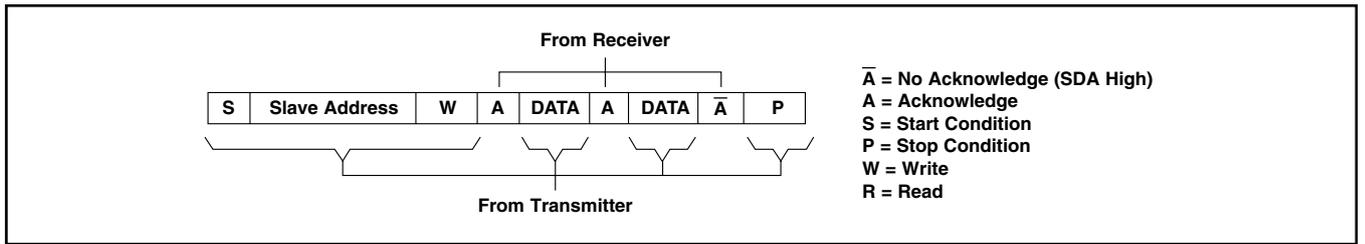
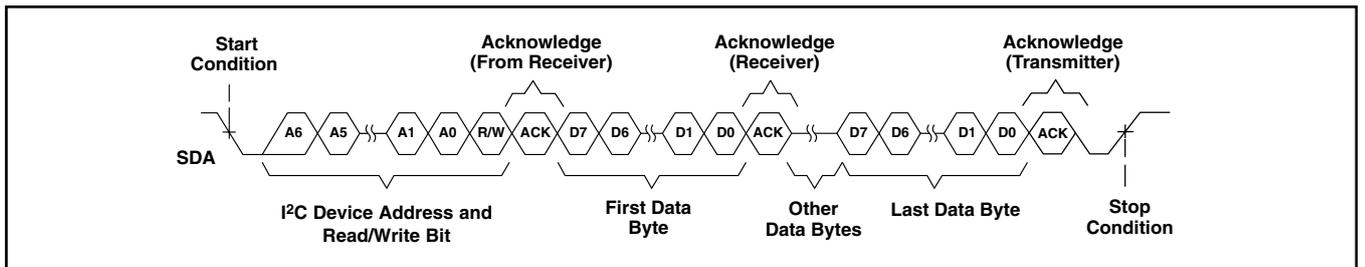
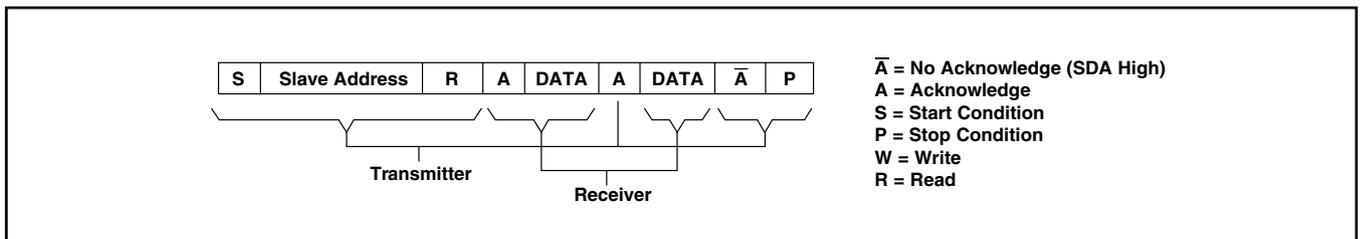
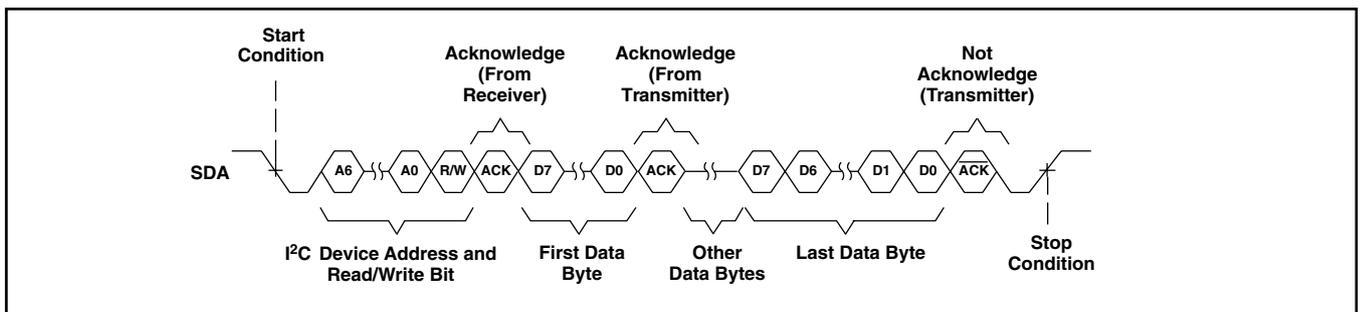

図 13. I²Cの書き込みサイクル
図 14. 複数バイトの書き込み転送
図 15. I²Cの読み取りサイクル
図 16. 複数バイトの読み取り転送
信号ラインを駆動してはならないため、受信デバイスはSDA信号を“Low”に駆動できます。アドレス・バイトに続く各バイト転送後に、受信デバイスはSCLの1クロック・サイクル期間だけSDAラインを“Low”にします。最後のバイトが転送された後、送信デバイスによってストップ条件が開始されます。書き込みサイクルの例を図13および図14に示します。THS7327では、マルチ・ライト・トランスファを実行できないことに注意してください。詳細については、「例 – THS7327への書き込み」を参照してください。
レスを検出すると、最初のアドレス・バイトに対してACKを行います。このスレーブによる最初のACKの後、マスタ・デバイスが受信側になり、スレーブによって送信されるデータにACKを行います。すべての要求するデータをスレーブから受信すると、マスタはSDA信号を“High”に維持することで否定応答NAC (Not Acknowledge) (\bar{A}) 条件を生成し、直後にストップ (P) 条件をアサートします。図15および図16に示すように、このシーケンスによって読み取りサイクルが終了します。THS7327では、マルチ・リード・トランスファを実行できないことに注意してください。詳細については、「例 – THS7327からの読み取り」を参照してください。
THS7327は、図13および図15のような1バイト転送プロトコルを使用して動作します。内部のサブアドレス・レジスタの一覧とそれらの機能を表2に示します。デバイスに書き込む際には、対応する内部サブアドレスに1バイトのデータを送信する